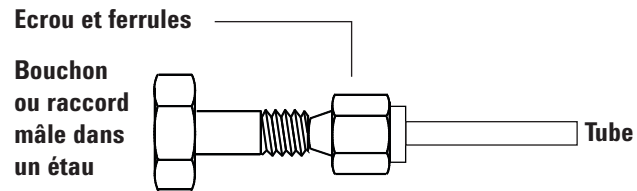

Figure 18 Assemblage du raccord
- 3 Poussez le tube dans le raccord mâle (voir Figure 18).